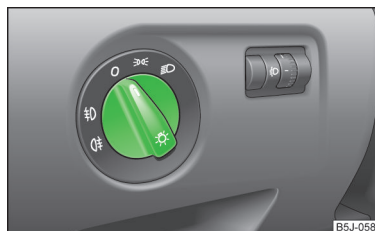

Fig. 23
La autovehiculele cu volanul pe partea dreaptă ordinea aranjării elementelor de comandă diferă parțial față de » fig. 23 la pagina 44 ordinea prezentată. Simbolurile care marchează pozițiile elementelor de operare sunt aceleași.
Pozițiile comutatorului de lumini » fig. 23.
- Rotiți comutatorul de lumină în poziția 0 » fig. 23 la pagina 44.